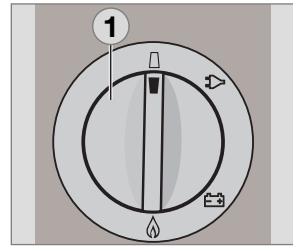

Fig. 31
- På batteritändningsmodeller sätter man energivalssomkopplare **(1)** på läge "AV". Apparaten är avstängd (fig. 31).